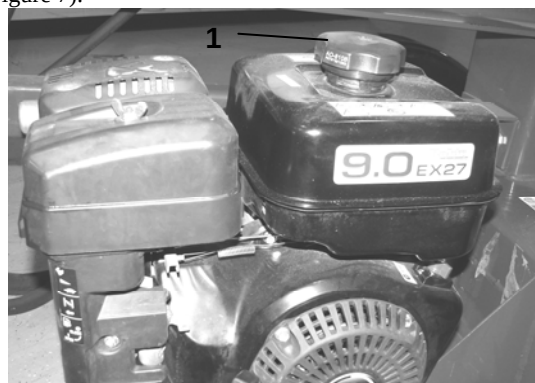

Figure 7
3. Nettoyer le tour du bouchon du réservoir d'essence et enlevez-le (Figure 7).